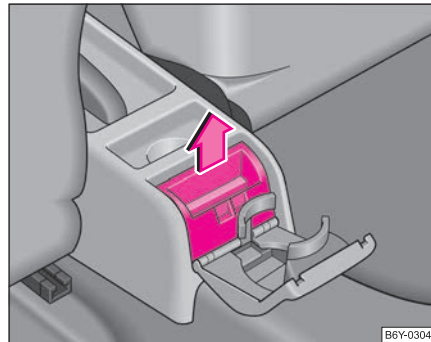

Abb. 71 Mittelkonsole:
- Ascherdeckel aufklappen und Aschereinsatz nach oben in Pfeilrichtung herausnehmen ⇒ **Abb. 71**.